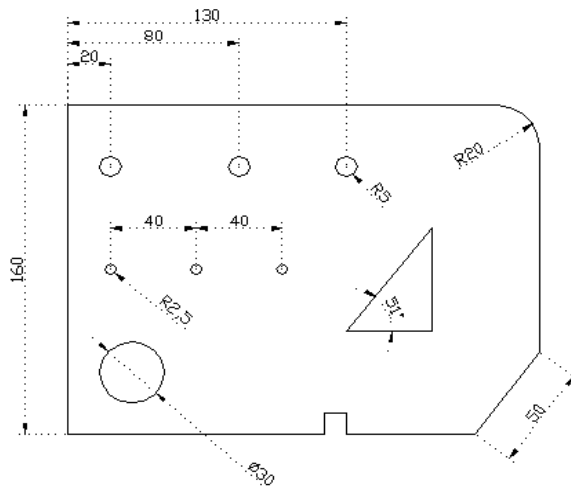

Рисунок 1.
4. Приступим к работе. Установите линию Тонкая-текст-02 и, ориентируясь на вычерченные линейки, нарисуйте одну галочку (рис. 1). Можете воспользоваться полярным слежением (угол, кратный 30°).